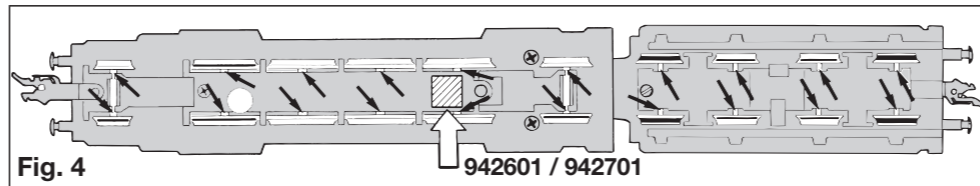

Fig. 4
An der markierten Stelle kann der **Schaltmagnet 942601 / 942701** eingebaut werden (Fig. 4).
**Ölen:** Geölt wird das Getriebe nur an den gekennzeichneten Schmierstellen (Fig. 4, 6).
The indicated point can be used for locating the **switching magnet 942601 / 942701** (fig. 4).
**Lubrication:** The gear box needs only be lightly oiled at the bearing points marked (fig. 4, 6). Only use **FLEISCHMANN oil 6599**. Only put a tiny drop in each place (→), otherwise it will be overoiled. An applicator needle is located in the cap of the oil bottle for your use. **Under no circumstances should the motor be oiled! Motor is maintenance-free!**
L'aimant permanent 942601 / 942701 peut être monté à l'endroit indiqué (fig. 4).
**Graissage:** Les engrenages doivent être huilés uniquement aux endroits indiqués (fig. 4, 6). N'utilisez que l'huile recommandée **FLEISCHMANN 6599**. Une seule goutte par point à lubrifier (→) afin d'éviter tout excès. L'aiguille montée dans le bouchon du petit flacon convient parfaitement à cet usage. **Ne jamais lubrifier le moteur! Moteur sans entretien!**
Op de gemerkte plaats kan de **schakelmagneet 942601 / 942701** gemonteerd worden (fig. 4).
**Oliën:** De aandrijving hoef alleen op de aangegeven plaatsen geolied te worden (fig. 4, 6). Alleen **FLEISCHMANN-olie 6599** gebruiken. Een klein loppetje per smeerpunt (→) is heus voldoende, anders wordt de zaak te vet. Voor een juiste dosering het spuitje gebruiken dat wordt bijgeleverd in het oliefllesjies.
Sul posto segnato può essere installato il **dispositivo di comando 942601 / 942701** (fig. 4).
**Lubrificazione:** L'ingranaggio vengono lubrificati solo nei punti contrassegnati dei supporti (fig. 4, 6). Utilizzare solo olio **FLEISCHMANN 6599**. Lubrificare le assi e tiranti solo nei punti contrassegnati (fig. 4, 5). Usare soltanto una piccola goccia per ogni punto di oliatura (→), altrimenti si rischia di oliare troppo. Per il dosaggio utilizzare l'ago di cui è provvisto il tappo di chiusura del flacone dell'olio. **Il motore non va mai oliato!**